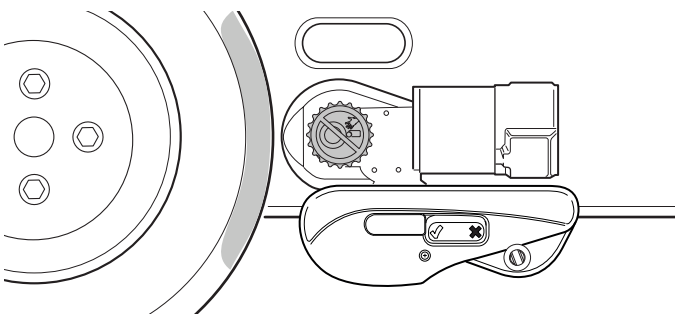

Abb. 32
- Der Abstand zwischen den Antriebsrollen und Reifen beträgt auf beiden Seiten 20 mm (Abb. 32). Überprüfung des richtigen Abstandes zwischen Reifen und Antriebsrolle siehe Kapitel 6.1